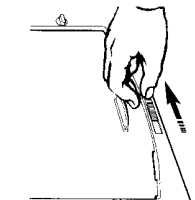

FIG. 11
- Die Sicherheitsplatte nach oben schieben und den Griff nach außen und unten ziehen (siehe Abb. 11).
- Repoussez la barrière vers le haut puis tirez sur la poignée, vers l'extérieur et vers le bas (voir Fig. 11).
- Empuje la barrera hacia arriba y tira de la manecilla hacia fuera y hacia abajo (Fig. 11).